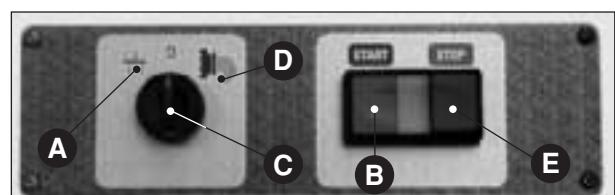

Fig. 11
- parar la máquina poniendo el selector en la posición “0” (**Fig. 11 C**) y girarlo después sobre la posición de mezcla  (**Fig. 11 A**) por 10-15 segundos de manera que sea eliminada la presión sobre la hilera debida al producto;
- reponer en fin el selector sobre “0” (**Fig. 11 C**), o presionar el pulsador STOP (**Fig. 11 E**);
- En la posición “0” (Fig. 11 C) todos los órganos de la máquina deben estar parados; en la posición “hilera” (Fig. 11 D) el mezclador gira en un sentido; en el mismo sentido debe girar la cóclea (controlar por las rendijas de la tapadera); en la posición “mezclar” (Fig. 11 A) los órganos deben girar en sentido contrario.